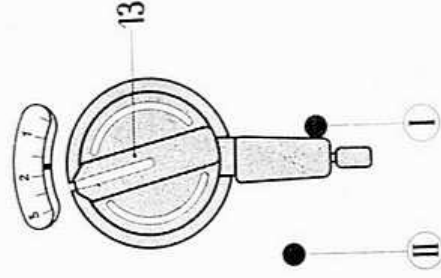

Abb. 38
6. Einstellen des Hebels 13 (Abb. 38). Dieser wird so weit nach links gedreht, bis der an seinem oberen Ende befindliche *weiße Strich* dem weißen Strich des Zickzack-Hebels 12 gegenüberliegt (Abb. 38). Damit ist die Maschine zum Knopflochnähen eingestellt.
3. Nadeleinstich nach links verlegen, durch Drehen des Hebels 13 *ganz nach links* (Abb. 38). Dabei wird die weiße Markierung *nicht* verwendet.